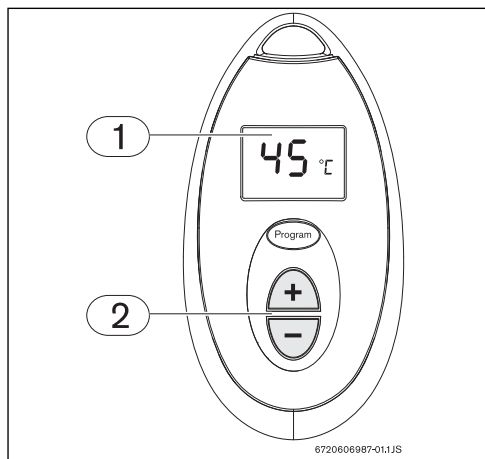
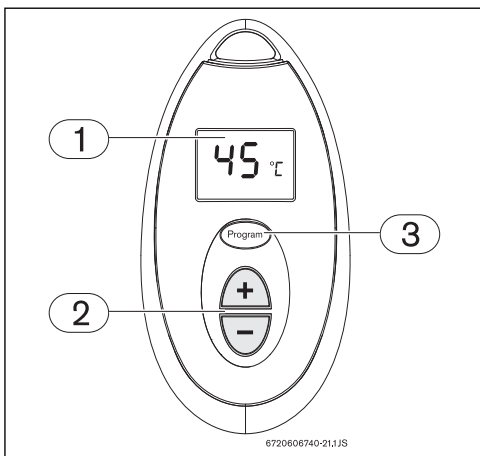

Fig. 6 Regolazione della temperatura
Fig. 7 Memorizzazione della temperatura dell'acqua
- Premere il tasto  o  sul telecomando (Fig. 6 Fig. 7, [pos. 2]) fino a visualizzare la temperatura desiderata sul display del telecomando (Fig. 6, [pos. 1]).
- Premere il tasto  o  sul telecomando (Fig. 7, [pos. 2]) fino a visualizzare la temperatura desiderata sul display del telecomando (Fig. 7, [pos. 1]).
- Per memorizzare la temperatura selezionata, premere il tasto "Program" sul telecomando (Fig. 7, [pos. 3]) per circa 3 secondi.